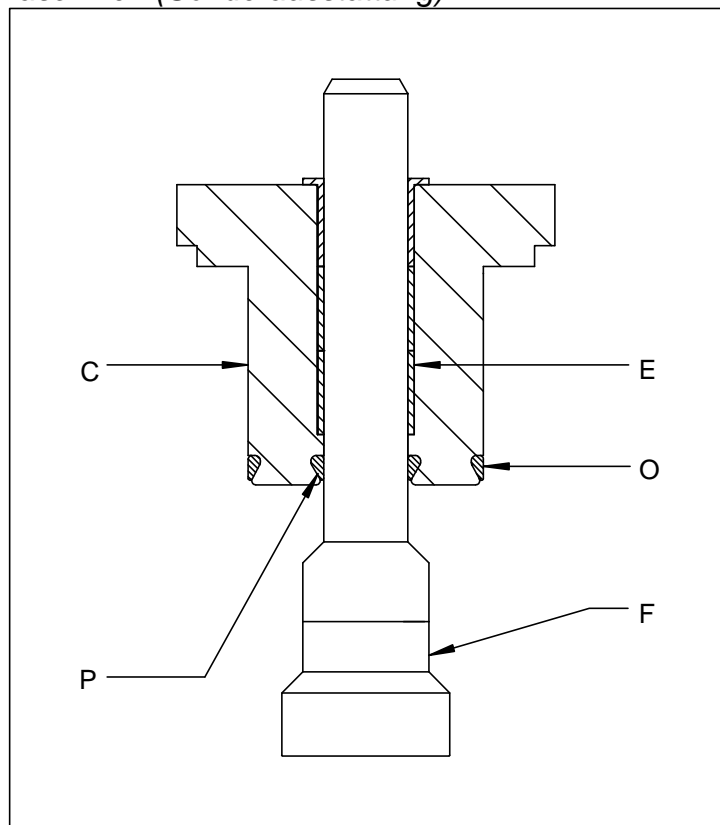

ABBILDUNG 4.5.4
- die Homogenisierkammer (A) auf eine Seite legen und die folgenden Teile in der folgenden Reihenfolge einsetzen: Aufprallring (G), Durchgangskopf (H), Abstandsblock (K) mit den Dichtungen (L) und (N)
- die Dichtung (M) auf den Abstandsblock (K) legen (oder ins Kopfinnere legen wenn der Sitz der Dichtung in den Kopf und nicht in den Block (K) gefräst wurde) und den Block an den Kopf anlegen
Den Aufprallkopf (F) und die Führung (C) für den Einbau vorbereiten (Abbildung 4.5.4):
- von oben die Führungsbuchsen (E) in die Führung (C) schieben
- die Dichtungen (P) und (O) in die entsprechenden Sitze legen
- von unten den Aufprallkopf (F) in die Führung (C) schieben, achten Sie dabei darauf dass die Dichtung (P) nicht beschädigt wird
- die Bewegung des Aufprallkopfes (F) in der Führung (C) prüfen